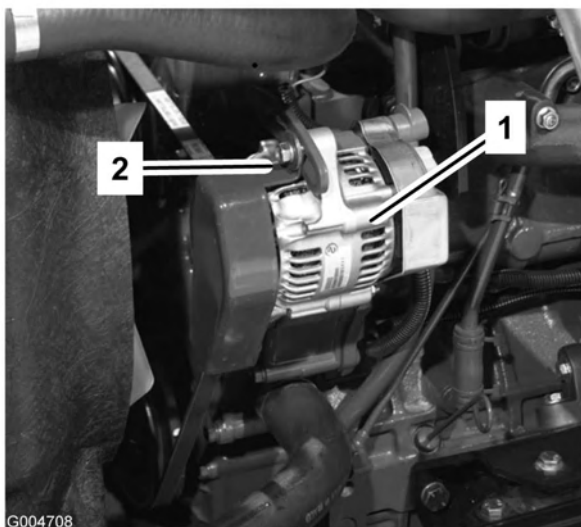

Figura 63
Verifique o estado e a tensão das correias (Figura 63) após cada 100 horas de funcionamento.
2. Se a deslocação obtida não for igual a 10 mm, deve desapertar os parafusos de montagem do alternador (Figura 63). Aumente ou diminua a tensão da correia do alternador e aperte os parafusos. Verifique uma vez mais a deslocação da correia para se certificar de que a tensão está correcta.